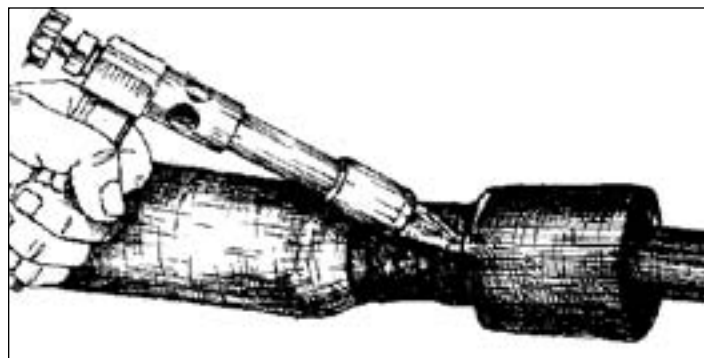

Рис. 4.31. - Усадка термоусаживаемой трубки
**4.8.2.** На свинцовую втулку вплотную к свинцовой муфте надвигают и усаживают термоусаживаемую трубку (Рис. 4.31). Особенно тщательно ведут прогрев места стыка втулки и полиэтиленовой оболочки.